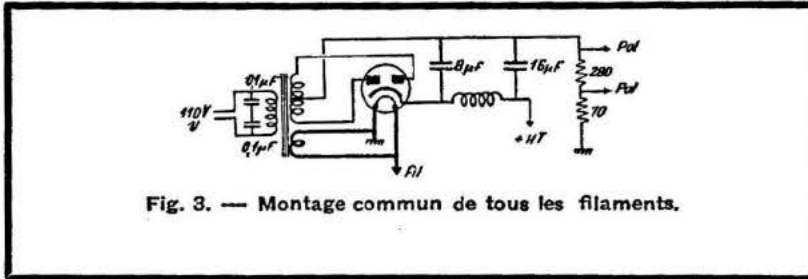

Fig. 3. — Montage commun de tous les filaments.
c) Un montage commun de tous les filaments (fig. 3).
Le circuit est représenté sur la figure 3, dans lequel on suppose que tous les filaments sont chauffés sous la même tension. Jusqu'ici, on ne pouvait porter la cathode et le filament à des tensions par trop différentes à cause des fuites possibles. Mais ici, on y est parvenu par l'emploi d'une valve 84. Remarquons, d'autre part, que les fuites de cathode à élément chauffant, sont moins importantes dans une valve que dans une lampe du poste, où il faut avoir une résistance élevée. En outre, il faut noter que la valve 84 est la seule qui permette une différence de potentiel (égale à la H. T.) entre sa cathode et son élément chauffant.